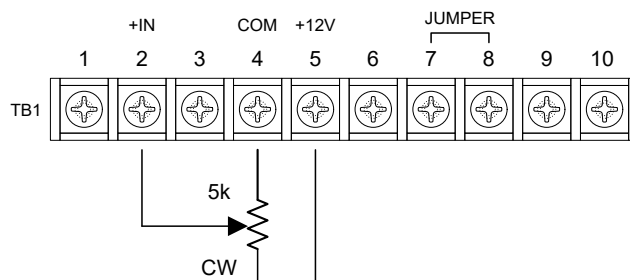

Figure 4.3 Commande à distance avec un potentiomètre
- Avec l'alimentation du SHPF3 coupée, connecter le potentiomètre comme indiqué à la figure 4.3. La position horaire (CW) correspond à la sortie de puissance maximale. La borne TB1-5 est connectée en interne à une source de tension continue positive.